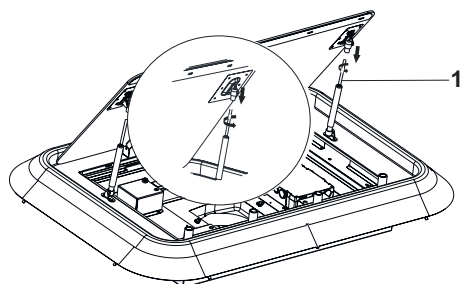

Fig. 14
9. ➤ Skru støddæmperen af, ved at dreje den i pilens retning (Fig. 14).